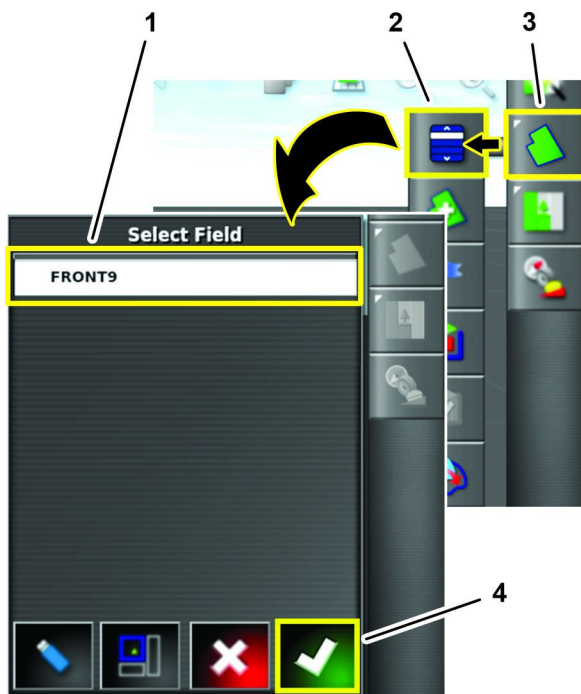

図 72
2. 現場メニューアイコンを押し、現場選択アイコンを押す 図 72。
3. マシン 2 号から読み込んだデータの統合先の現場アイコンを押し、承認アイコンを押す 図 72。